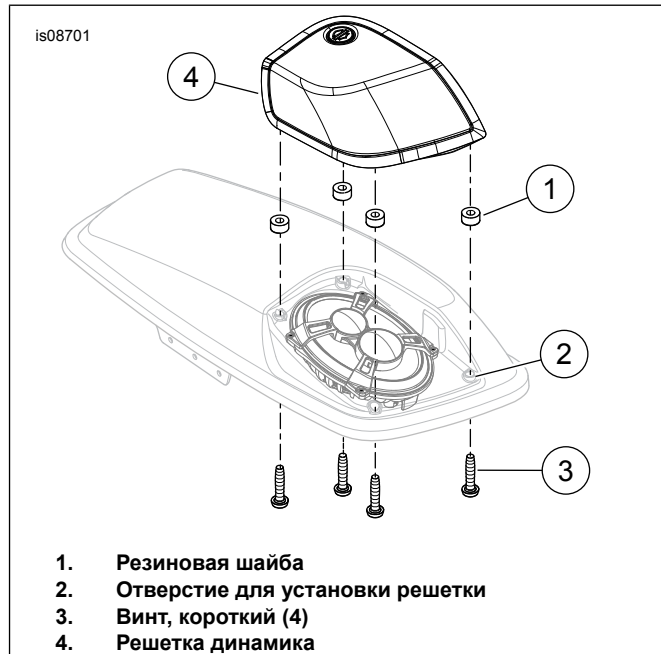

Рисунок 2. Установка решетки
5. См. Рисунок 2. Установите резиновые шайбы (1) в отверстие (2) для установки решетки.
6. Установите решетку динамика (4) над поверхностью динамика.
7. Закрепите с помощью четырех коротких винтов (3). Поочередно затягивайте винты. Затяните.